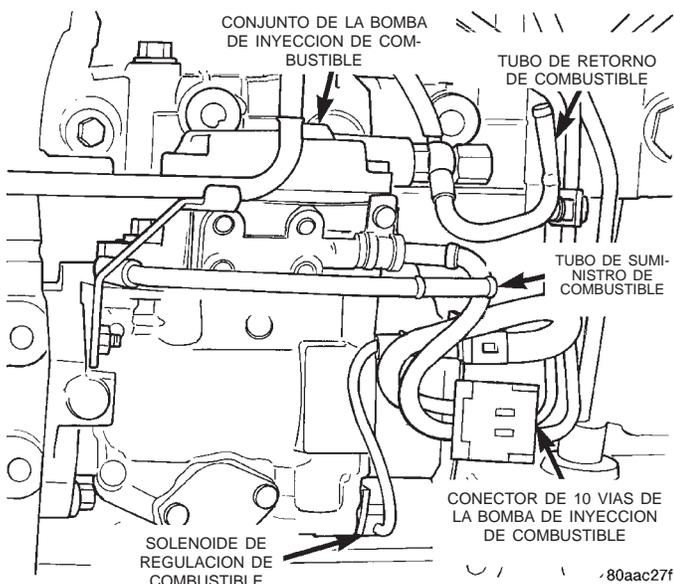

Fig. 24 Bomba de inyección de combustible
(1) Desconecte el cable negativo de la batería.
(2) Retire los pernos de retención del conducto de aire de admisión de la parte superior del múltiple de admisión.
(3) Desconecte la manguera de salida del interenfriador de éste último.
(4) Retire del vehículo el conjunto de manguera y conducto de aire de admisión del motor.
(5) Retire la correa de transmisión de accesorios del motor. Para informarse sobre los procedimientos, consulte el grupo 7, Sistema de refrigeración.
(6) Retire el conjunto del generador. Para informarse sobre el procedimiento, consulte el grupo 8C, Sistema de carga.
(7) Limpie toda suciedad, polvo o grasa del área alrededor de la bomba de inyección y de los conductos de combustible. **Debido a las estrictas tolerancias internas de la bomba de inyección, este paso se debe realizar antes de desmontar la bomba.**
(8) Retire las mangueras de goma de retorno y suministro de combustible de los tubos metálicos en la bomba (Fig. 24).
(10) Desconecte el conector eléctrico de la bomba de inyección de combustible situado en la bomba de combustible (Fig. 24).